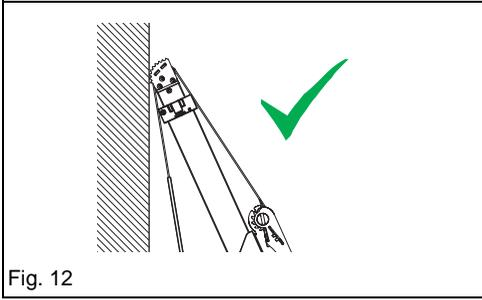
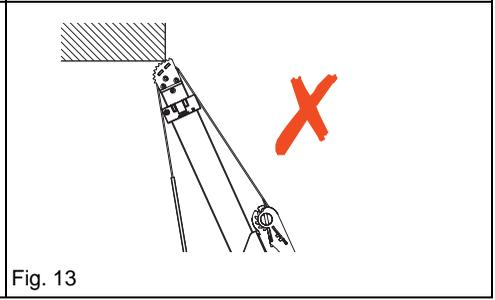

Fig. 12
Fig. 13
- Coloque el cabezal de presión de la riostra en V contra una superficie vertical del vehículo. No coloque el cabezal de presión bajo una superficie horizontal o un borde. Consulte Fig. 12 y Fig. 13. Cuando se aplique tensión a la correa tensora, el cabezal de presión descenderá con firmeza y contra el vehículo para ofrecer estabilización.